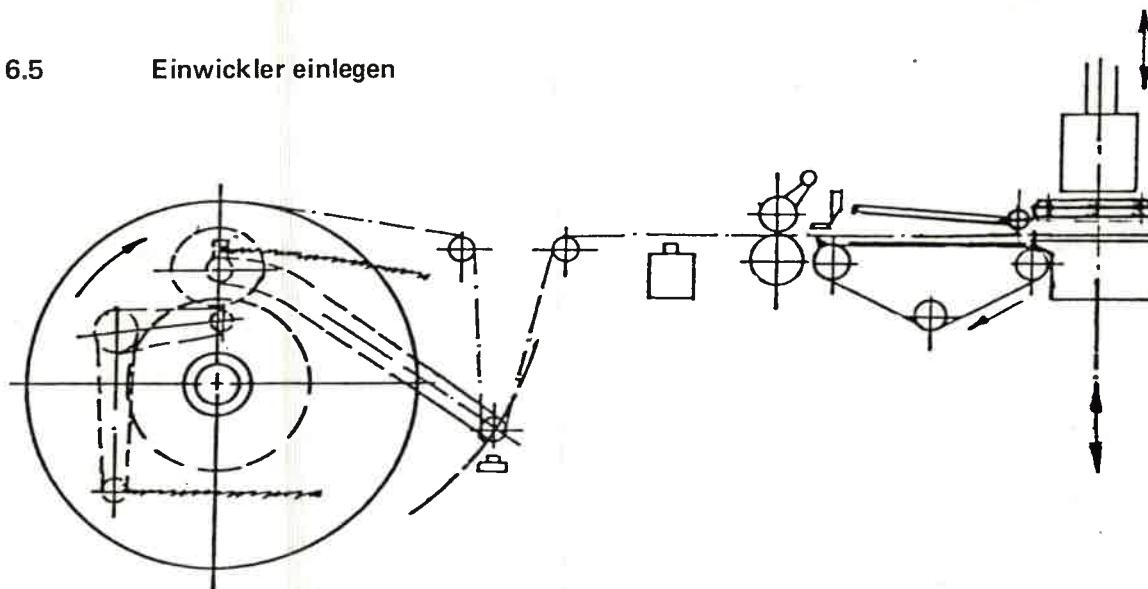
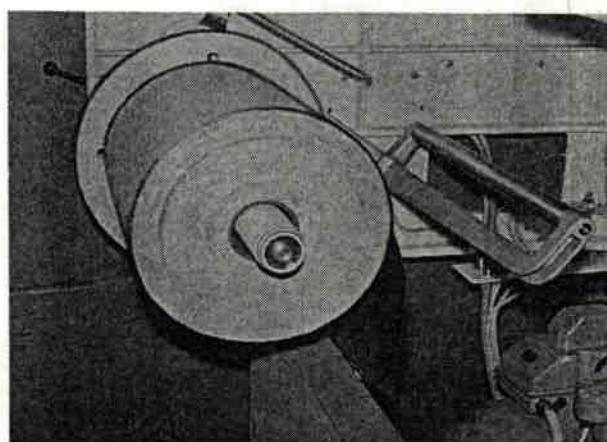

Bild 150 Einwicklerlaufschaema
Bild 152
2. Einwicklerrolle (Bild 152) so auf die Abrollachse aufschieben, daß sich der Einwickler wie in Bild 150 dargestellt abrollt.